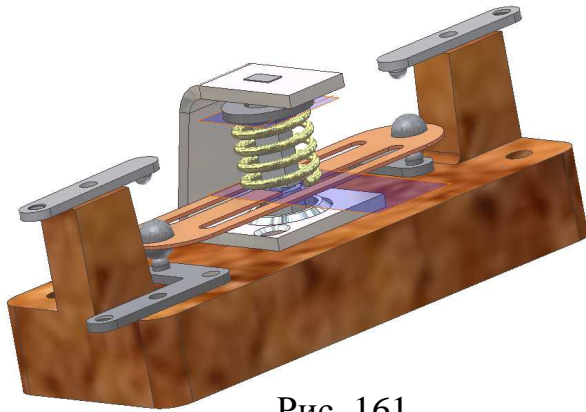

Рис. 161
- 1) совмещение верхнего края пружины и нижней плоскости шайбы (рис. 161).
- 2) совмещение оси кнопки и шайбы (рис. 161);